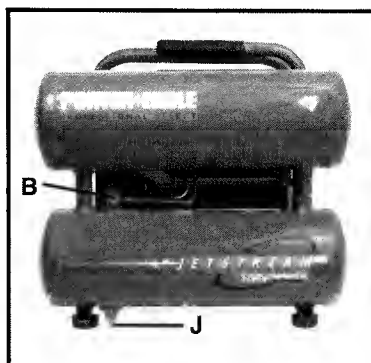

Fig. 2
**Válvula de retención (B), Fig. 2:** Cuando el compresor de aire está funcionando, la válvula de retención está "abierta", permitiendo que entre aire comprimido en el tanque de aire. Cuando el compresor de aire alcanza la presión de "desconexión", la válvula de retención se "cierra", permitiendo que el aire a presión permanezca en el interior del tanque de aire.
**Válvula de drenaje (J), Fig. 2:** La válvula de drenaje está ubicada en la base del tanque de aire inferior y se utiliza para drenar la condensación al final de cada uso.
- c. Gire la válvula de drenaje (J), Fig. 2 hasta abrirla completamente, para impedir la acumulación de presión de aire en el tanque.